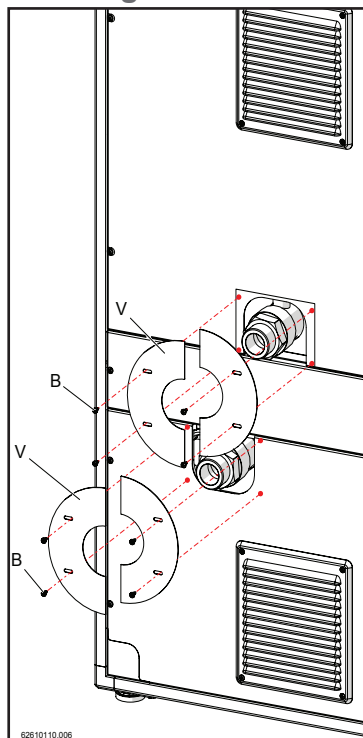

Figure 13-21
- 11.- Fixer les tôles « V », à l'aide des vis « B », à l'arrière de la couverture extérieure, comme indiqué sur la figure 13-21.